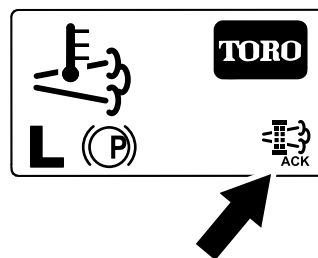

Figure 55
- L'InfoCenter affiche l'écran d'accueil et l'icône de confirmation de la régénération (Figure 55) apparaît en bas à droite de l'écran pendant le processus de régénération.